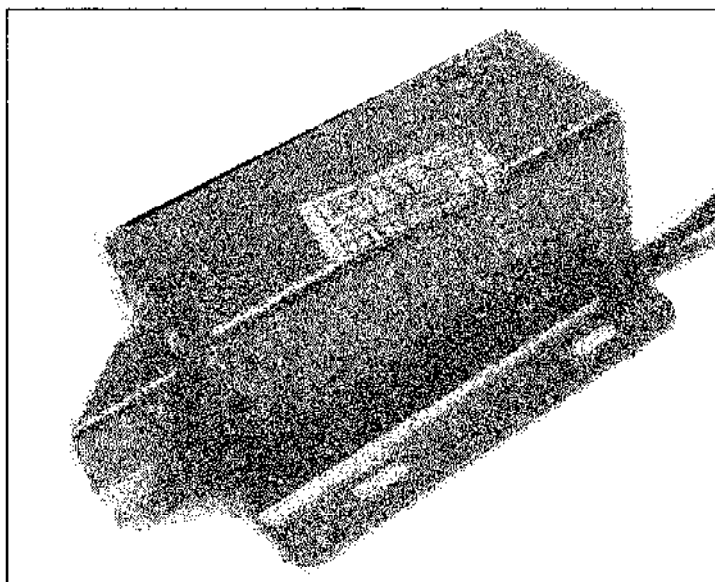

Рис. 8.1. Дверная защелка с приводом соленоидного типа
- ◆ в качестве замка я использовал защелку с соленоидным приводом, работающую от постоянного напряжения 12 В (рис. 8.1). Впрочем, вы можете взять любой аналогичный замок, имеющийся в продаже;